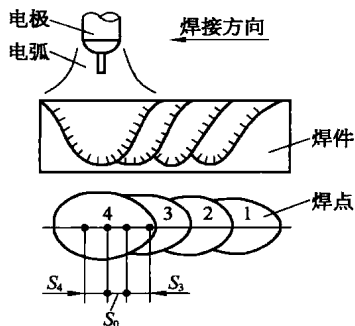

图 1-6 脉冲氩弧焊的焊缝形成过程
③ 脉冲维持电弧燃烧的基值电流( $I_{基}$ )，指供给电弧用的最小电流值，它维持电弧燃烧和预热母材，这个电流又称基值电流。
④ 维持电弧燃烧时间( $t_{基}$ )，保持电弧在最小的焊接电流下燃烧的时间。
(2) 脉冲氩弧焊的工艺过程。当电极通过脉冲电流时，焊件在电弧热的作用下形成一个熔池，焊丝熔化滴入熔池(脉冲钨极氩弧焊时由外部填入)，当出现维持电流时，由于热量减少，无熔化现象，熔池逐渐缩小，液态金属凝固形成一个焊点。当下一个脉冲电流到来时，原焊点的一部分与焊件新的对口处出现一个新熔池，如此循环，最后形成一条由许多相互搭接的焊点组成的链状焊缝，如图 1-6 所示。